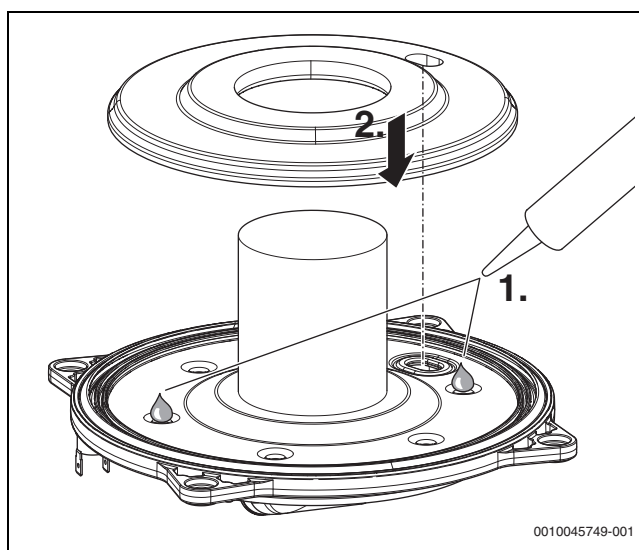

Рис. 43 Нанесение силиконового клея и установка новой теплоизоляции
- Нанесите термостойкий силиконовый клей (термостойкий герметик [$> 250^{\circ}\text{C}$]) на оба углубления, как показано на → рис. 43.